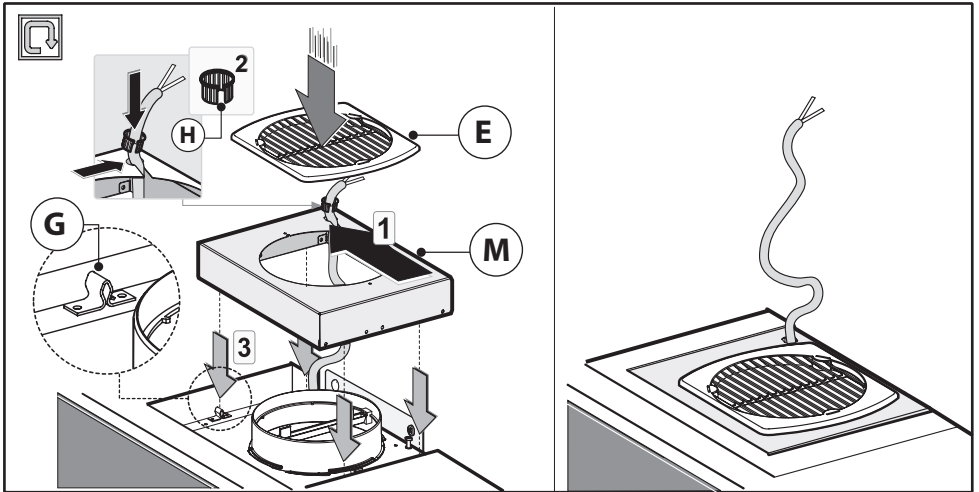

Fig.6
- Far passare il cavo di alimentazione sull'asola del cupolino **M** indicata in Fig.6.
- Riposizionare il cupolino **M** e la griglia **E** facendo attenzione che si agganci perfettamente ai perni di fissaggio **G** (Fig.6).